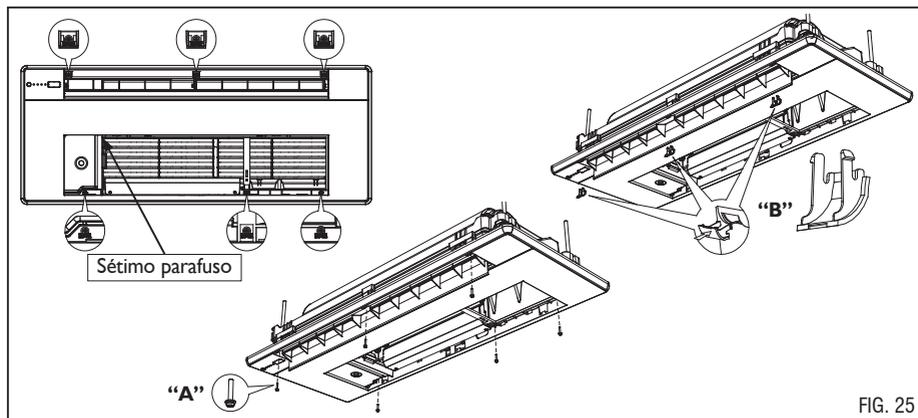

FIG. 25
4. Instale os 7 parafusos da grelha ("A" - Fig. 25) com suas respectivas tampas ("B" - Fig. 25)